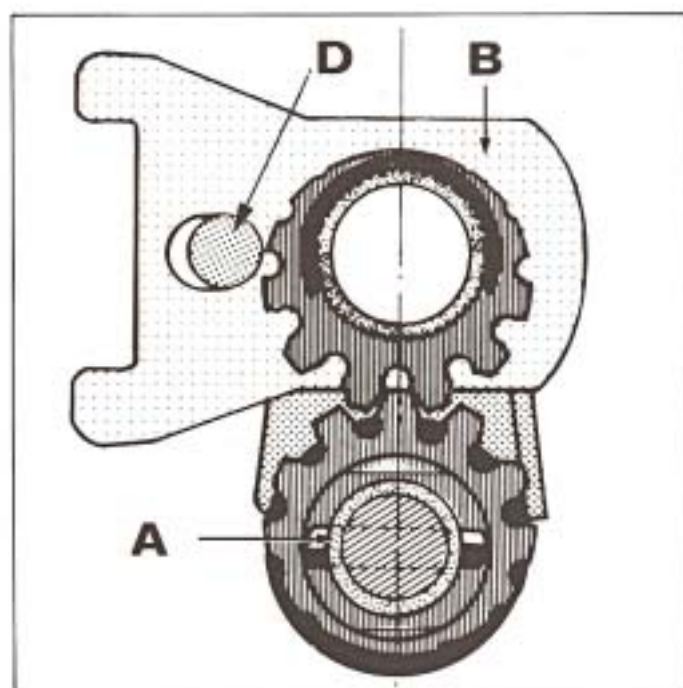

Fig. 34
- Mettre en place l'arbre de sélecteur A (figure 34) avec son entretoise, puis du côté gauche positionner le joint torique, la rondelle et mettre en place le jonc.
- Mettre en place la plaque cliquet B (figure 34) sur l'arbre du lanceur de façon que sa denture soit en regard de l'axe du sélecteur.
- Ensuite se reporter au paragraphe C réglage de l'excentrique (D) voir figure 34.